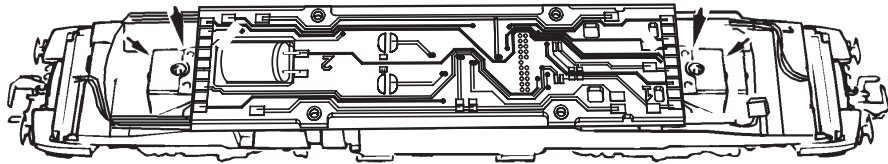

Fig. 6
3. Haftreifenwechsel: Zuerst den Getriebedeckel abnehmen (Fig. 6). Danach den **Radsatz** herausnehmen und die **Haftreifen** mit einer Nadel od. mit einem feinen Schraubendreher abziehen (Fig. 6). Beim Aufziehen der neuen Haftreifen darauf achten, dass diese sich nicht verdrehen.
3. Change of traction tyre: Remove the gear cover (fig. 6). Take out **wheel set** and remove **traction tyre** using a pin or a fine screwdriver (fig. 6). When pressing on the new traction tyre please **avoid twisting it**.
3. Échange des bandages d'adhérence: Démontez d'abord le **couvercle du carter des engrenages** des en-grenages (fig. 6). Délogez ensuite les essieux bandagés et enlevez, à l'aide d'une aiguille ou d'un tourne-vis fin, les bandages d'adhérence (fig. 6). Lors du montage des nouveaux bandages veuillez veiller à ce que les bandages **ne soient pas tor-dués**.